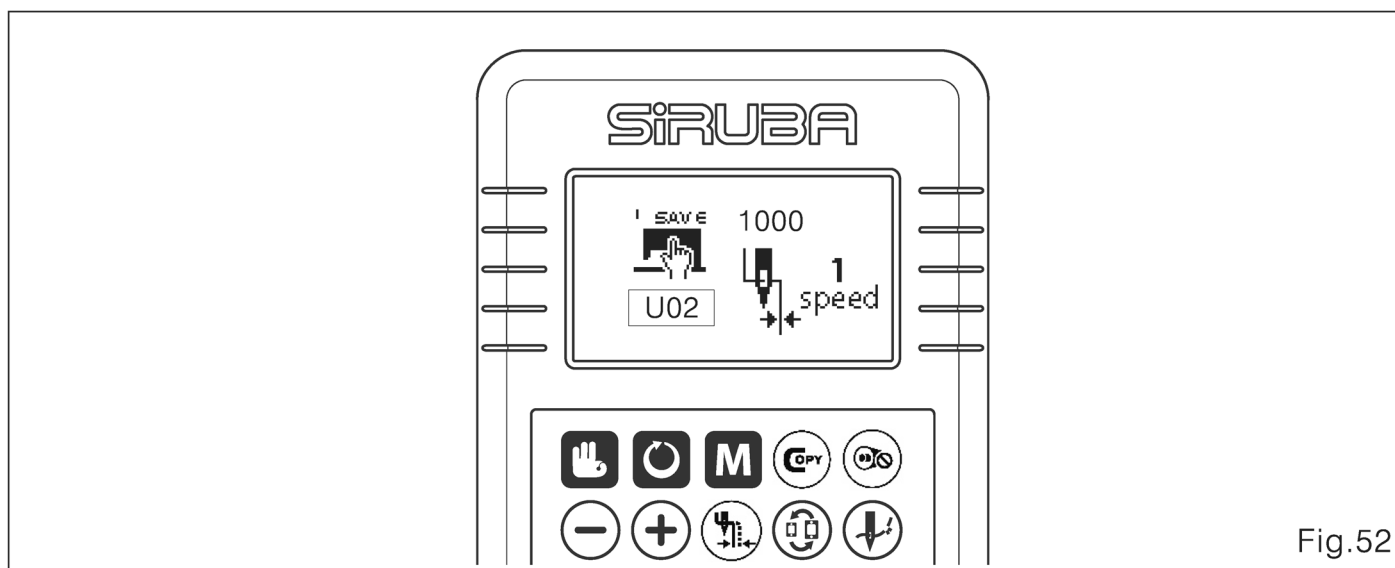

Fig.52
- (1) No modo de saída, pressione a tecla **M** (Fig.52)
- (2) Use as teclas **+** **-** para visualizar o comutador de memória U2. Configure a velocidade de costura do 1º ponto.
- (3) Pressione a tecla **☞**, o valor de configuração de velocidade de rotação do primeiro ponto será visualizado.